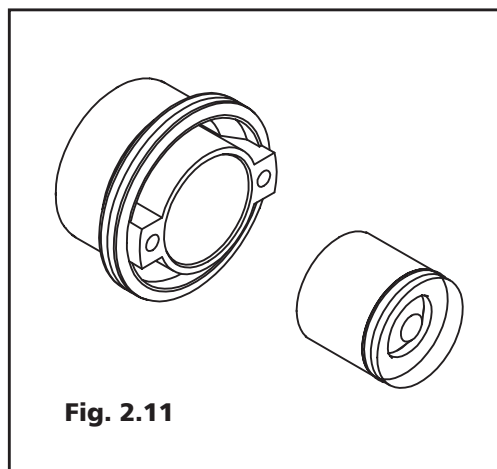

Fig. 2.11
5) By-pass automatico circuito riscaldamento (Fig. 2.11): è composto dalla valvola by-pass (simile alla valvola di ritegno utilizzata all'ingresso del circuito primario dello scambiatore secondario) e dal suo alloggiamento. Per il circolatore di serie la molla è tarata a 530 gr., pompa alta prevalenza 610 gr.
Valvola tre vie (Fig. 2.11)